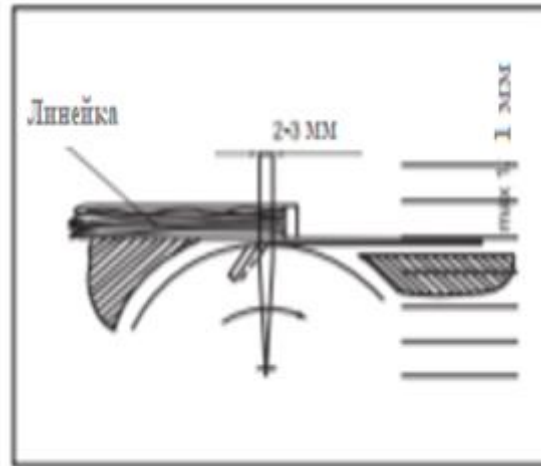

Рис. 12 Перемещение линейки
- Нож точно отрегулирован, когда линейка перемещается ножами не более чем на 3 мм. Рис. 12